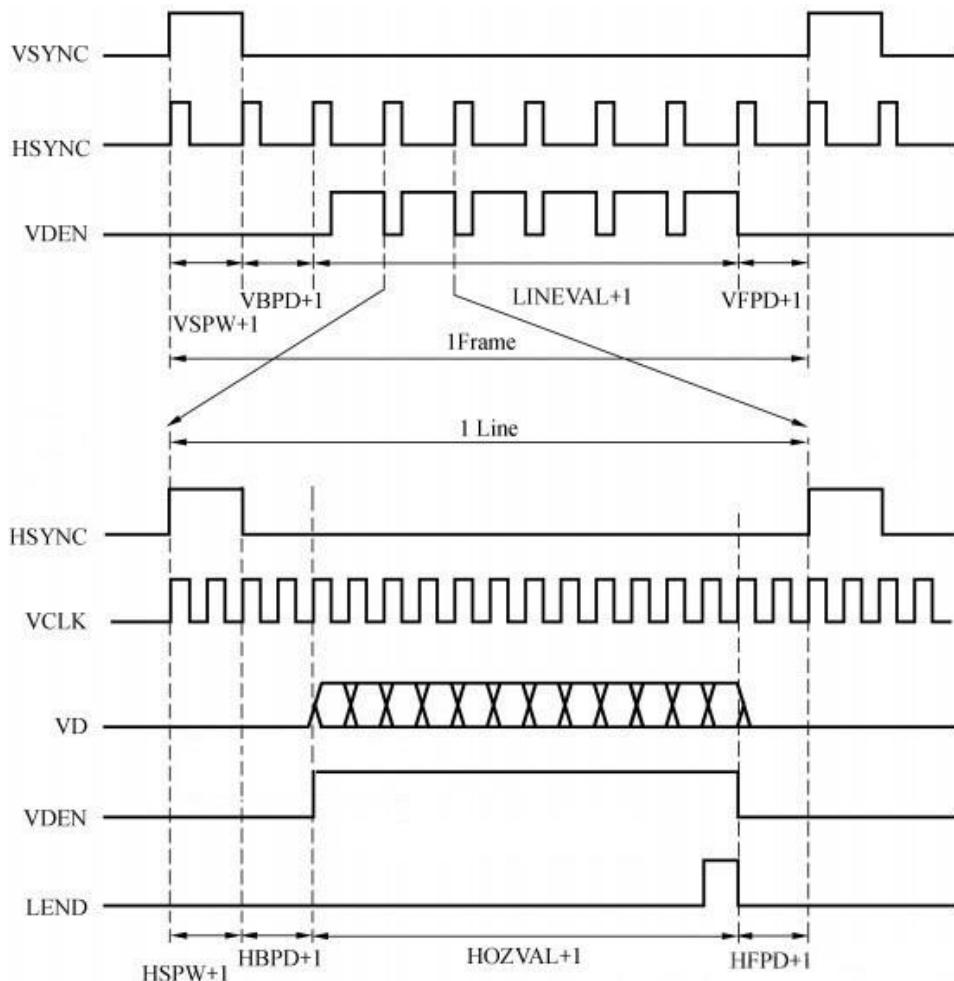
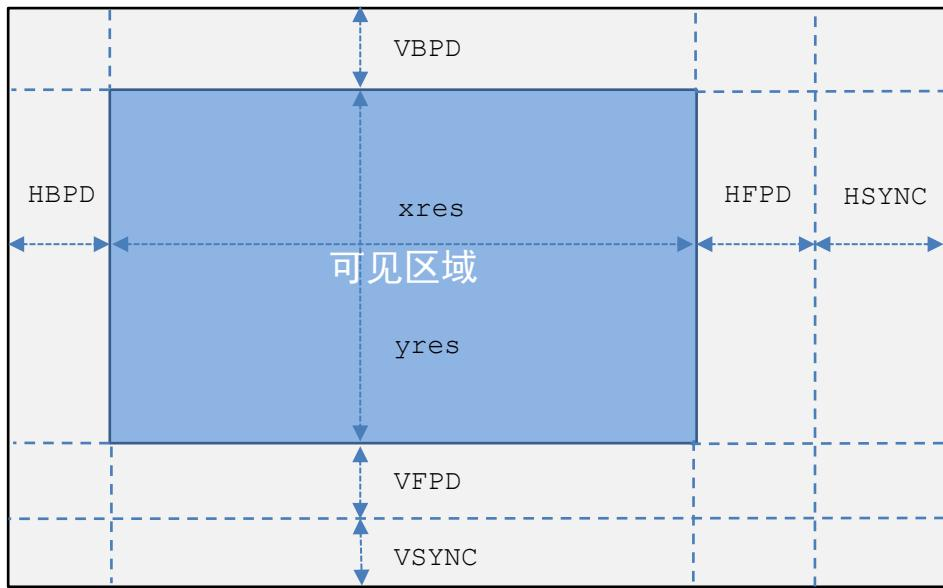

图 16.1 TFT-LCD 波形时序
图 16.2 FrameBuffer 可见区域表示图
- TFT-LCD 屏是目前嵌入式系统应用的主流，其时序如图 16.1 所示。
在帧同步以及行同步的头尾都必须留有回扫时间，即图 16.1 中的(HBPD + 1)和(HFDPD + 1)为行回扫时间，(VBPD + 1)和(VFPD + 1)为帧回扫时间。该时序安排起源于 CRT 显示器电子枪偏转所需要的时间，但后来因其成为实际工业标准，所以 TFT 屏也包含了回扫时间。
根据图 16.1 的显示时序图可以得到如图 16.2 所示的 FrameBuffer 可见区域表示图。